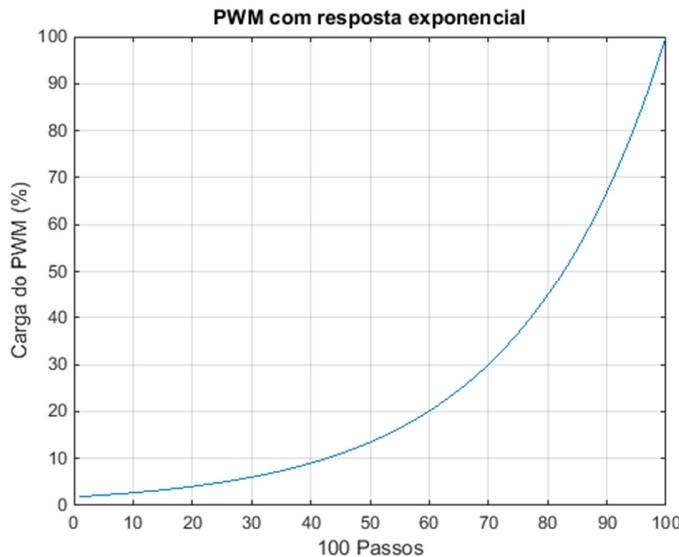

Figura 7.59. Sugestão para o controle exponencial do ciclo de carga de um PWM.
**EP 7.7.** No ER 7.8 usamos o Ciclo de Carga de um PWM para controlar, de forma complementar, o brilho dos dois *leds*. O leitor deve ter tido a sensação de que a variação do brilho não era linear. O *led* parecia “chegar muito cedo” ao brilho máximo. Isso acontece porque nosso olho não apresenta uma resposta linear a variações de brilho, mas sim logarítmica. Uma forma de compensar esta resposta é fazer o brilho do *led* variar de forma exponencial. Assim, nosso olho terá a sensação de uma variação linear no brilho. Apresentamos na Figura 7.59 uma sugestão para se criar uma resposta exponencial. O eixo horizontal está graduado em 100 passos e o eixo vertical indica (em %) o Ciclo de Carga do PWM. Refaça o ER 7.8, mas agora garantindo a sensação de variação linear do brilho do *led*.